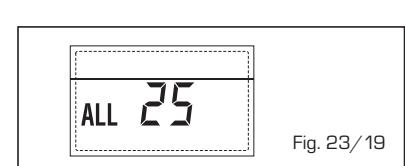

Fig. 23/19
- **ANOMALIA SONDA AUXILIAR (S3) "ALL 26" (fig. 23/20)**